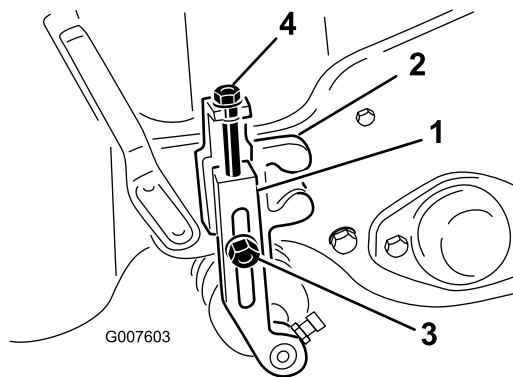

Figure 54
- Desserrez les contre-écrous qui fixent les bras de hauteur de coupe aux supports de hauteur de coupe (Figure 54).